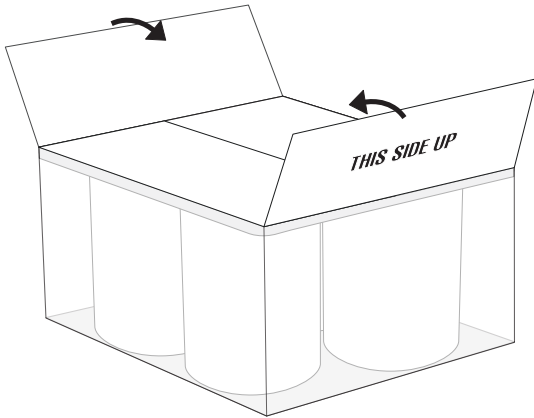

Figure 5
8. Pliez les rabats du dessus de la boîte afin que « THIS SIDE UP » (ce côté vers le haut) soit visible à l'extérieur de la boîte. L'espace entre les rabats extérieurs ne doit pas excéder 6,3 mm (0,25 po). (Voir Figure 5)